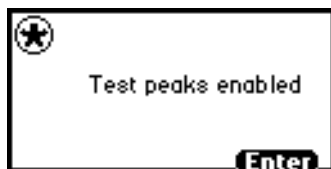

图 5-16 生成测试峰诊断屏幕
1. 按 **DIAG 7, Generate test peaks**。如果“生成测试峰”诊断处于禁用状态，则出现 **Generate Test Peaks** 诊断屏幕（图 5-16）。